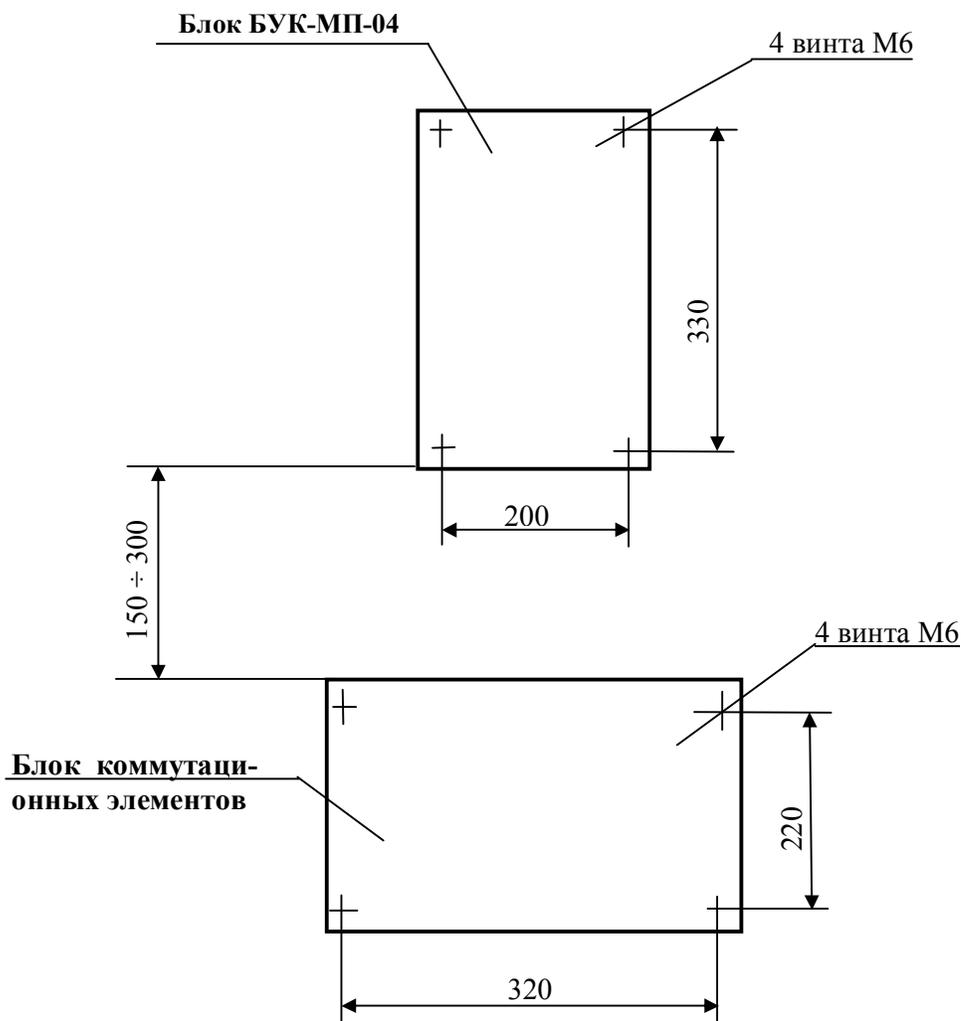

Рис. 1. Разметка под установку блока БУК-МП-04 и блока коммутационных элементов.
2.2.1. Блок БУК-МП-04 устанавливается на вертикальной плоскости (щите) на высоте 1500-1700 мм от уровня пола. Блок коммутационных элементов (для подключения внешнего монтажа) располагается на расстоянии 150 – 300 мм ниже блока (см. рис.1).